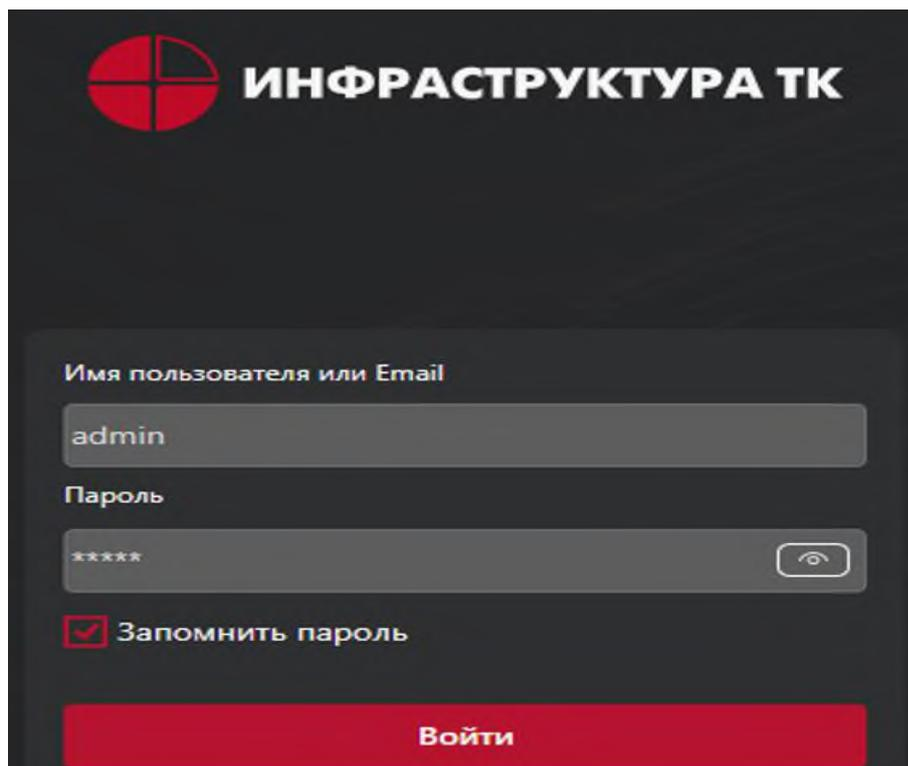

Рисунок 2.1 – Окно входа в программу *Configurator*
- 2) В окне входа (рисунок 2.1) введите логин и пароль. По умолчанию используется Логин: admin, пароль: admin